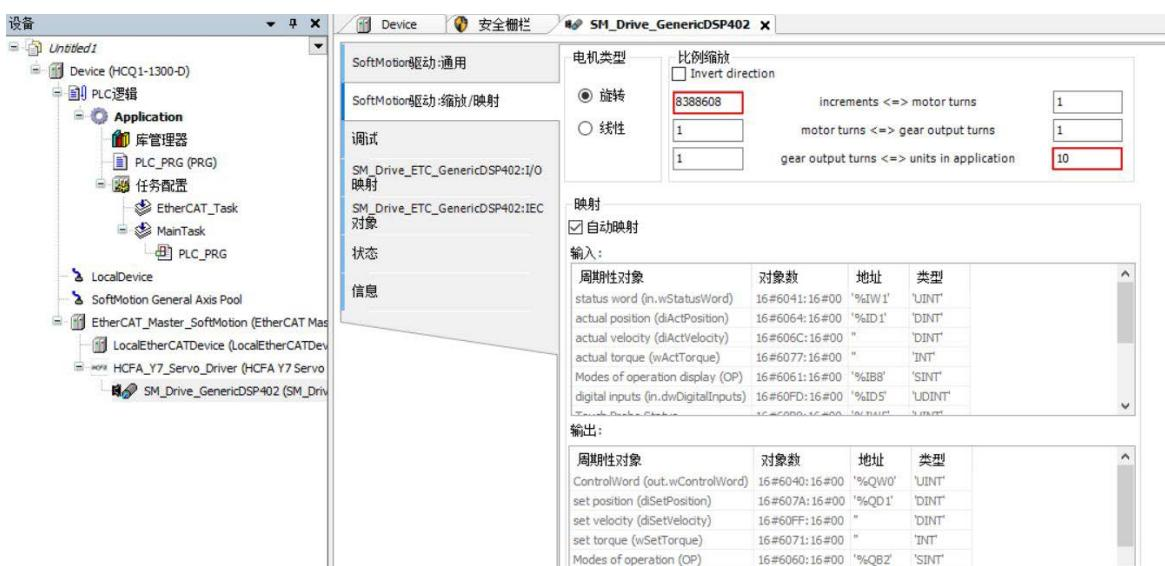

图 13-11 DSP402 轴配置
5. 双击打开【SM_Drive_GenericDSP402】，如图 13-11 所示，在 increments 填入【8388608】表示电机转一圈 8388608 个脉冲，在 units in application 处填入【10】，表示电机转一圈，终端负载运动 10。